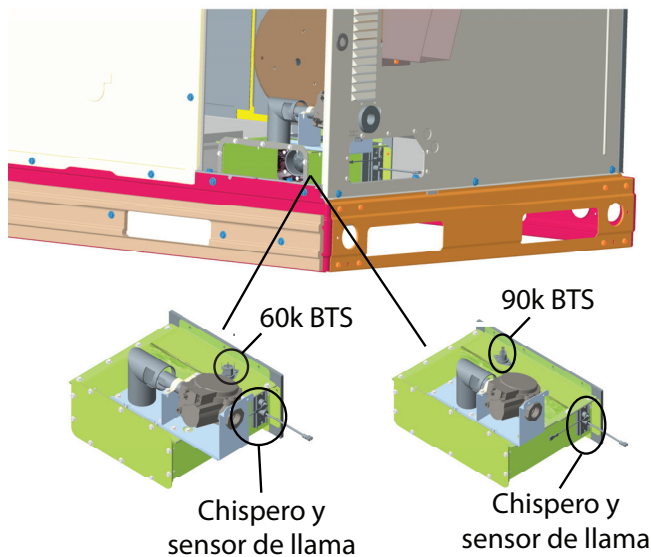

Fig. 20 – Interruptor térmico del quemador (BTS) (NOx ultrabajo) A200287SP
2. Quite los dos tornillos que sujetan la capucha del conducto (Fig. 20) y quite la capucha del conducto.
6. Vuelva a conectar la capucha del conducto (Fig. 20) con los dos tornillos que se quitaron.
NOTA: Para NOx ultrabajo : El chispero o sensor de llama combinado está ubicado en el lado derecho de la caja del quemador (consulte Fig. 20). Se puede acceder al chispero o sensor de llama para realizar el mantenimiento si retira la cubierta del panel del lado derecho. El interruptor térmico del quemador (BTS) se encuentra en la parte superior de la caja del quemador. Para tamaños de calefacción de 60 k, se puede acceder al interruptor BTS a través de la cubierta del panel del lado derecho. Para los tamaños de calefacción de 90 k, se puede acceder al interruptor BTS si se quita el panel de acceso a los controles.